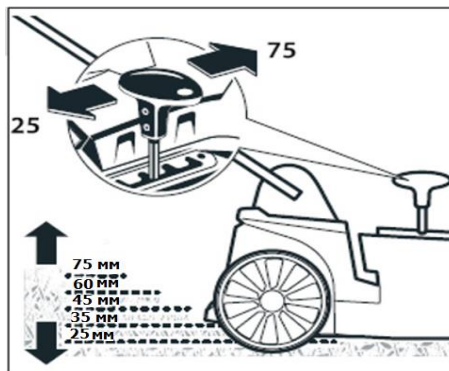

Рисунок 8
7. Регулювання висоти косіння (рис.8)